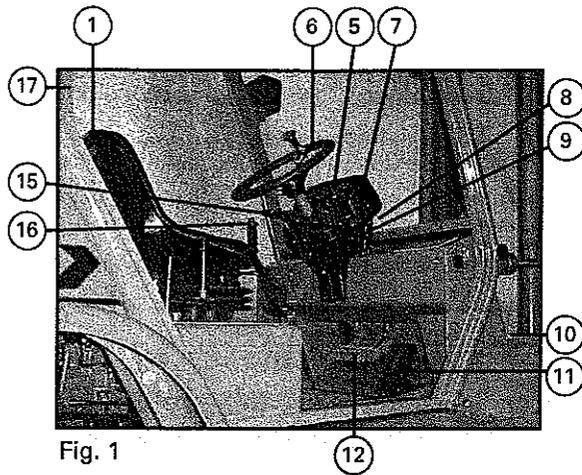
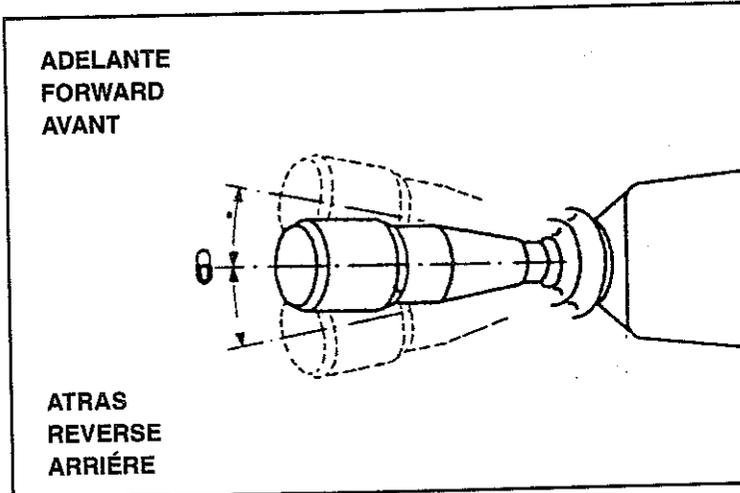
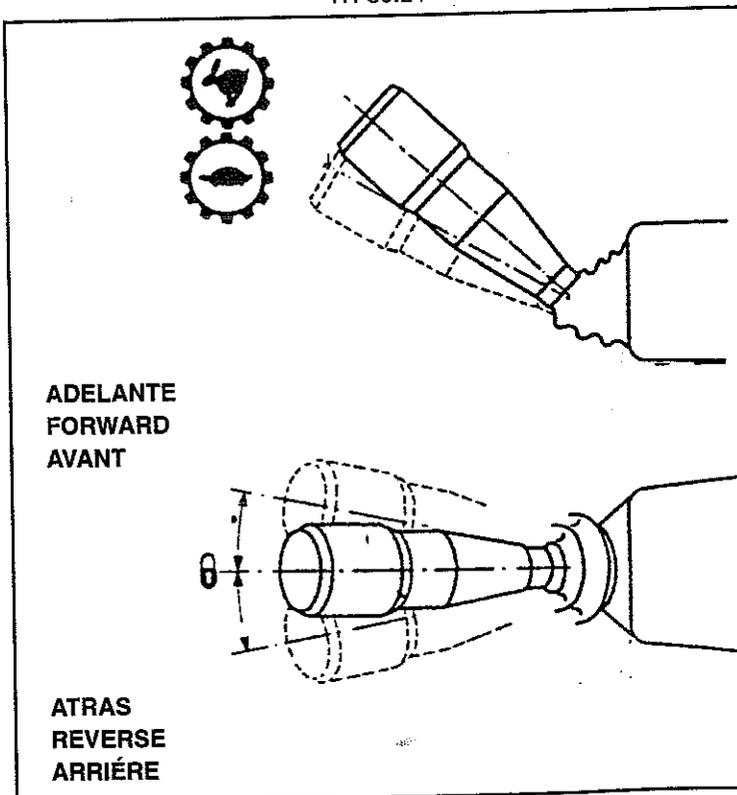

Fig. 1
Fig. 5
Fig. 5a
MANDOS (Fig. 1, 2, 3 y 4)
- 2) Situar el mando del inversor 15, Fig. 1 en la posición de marcha deseada, de acuerdo a las indicaciones de la Fig. 5 (TH-30.25 y TH30.30) y Fig. 5a (TH-30.2)